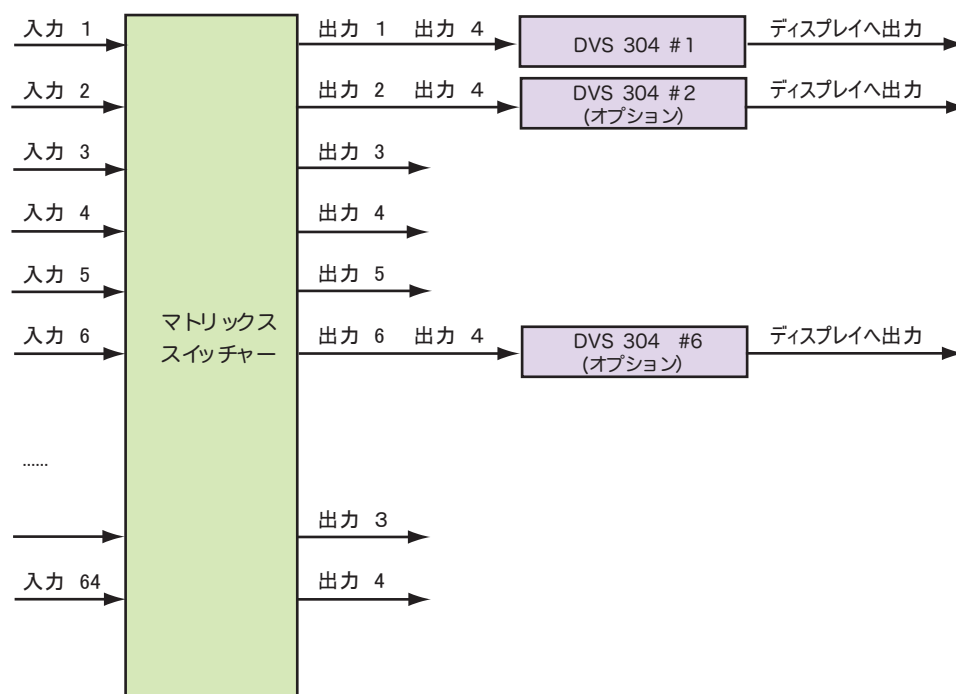

図 2-29 複数のDVS 304 をマトリックススイッチャーに接続する
2. マトリックススイッチャー上で、INPUT 1 をDVS 304 のINPUT 4 に接続されている出力に結合します(図 2-29 を参照)。詳しい方法は、マトリックススイッチャーの取扱説明書を参考にしてください。